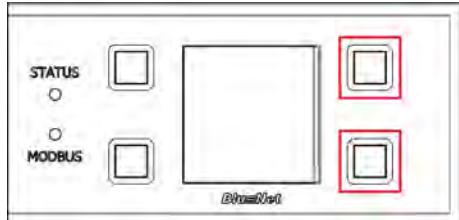

Fig. 81 : Écran avec boutons de commande
1. ➤ Appuyer sur les deux boutons situés à droite à côté de l'écran et les maintenir enfoncés (Fig. 81 /indiqués en rouge).
4. ➤ Relâcher les deux boutons à côté de l'écran (Fig. 81 /indiqués en rouge).